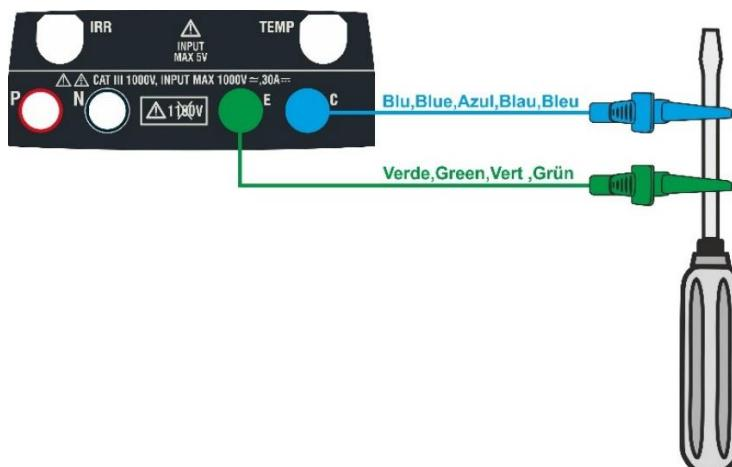

Fig. 5: Compensazione della resistenza dei cavi di misura
3. Collegare i cavi di misura tra di loro come mostrato in Fig. 5